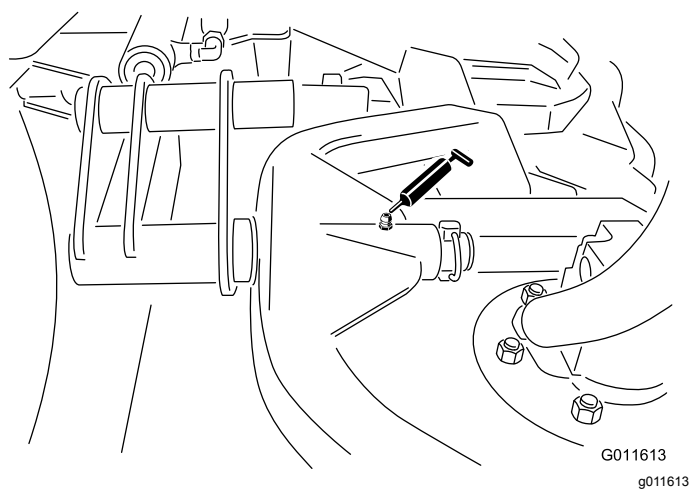

図 31
- カッティングユニットのキャリアフレームのピボット各1ヶ所 — 図 31